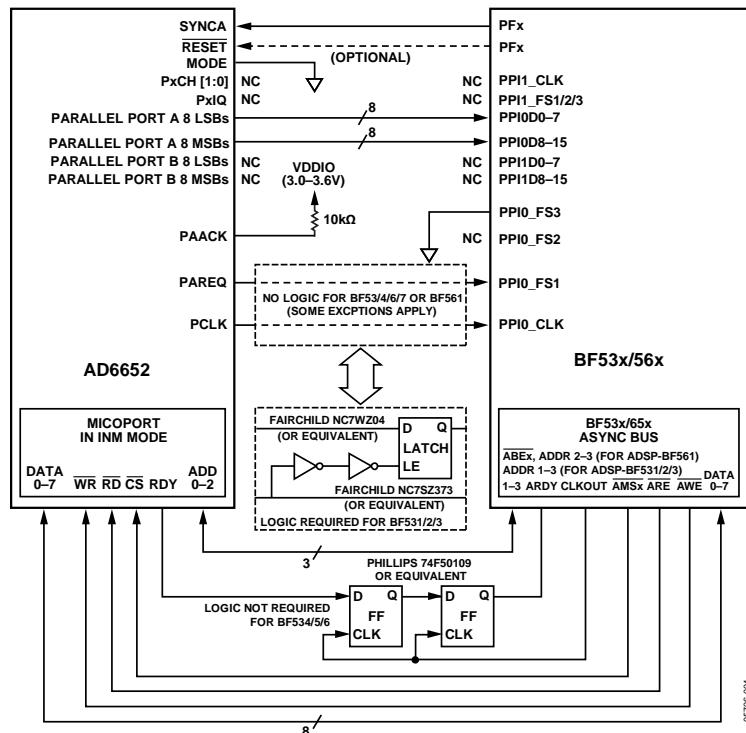
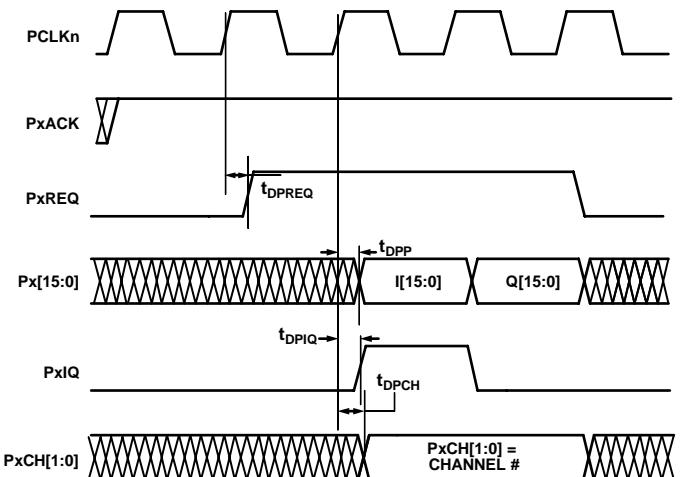
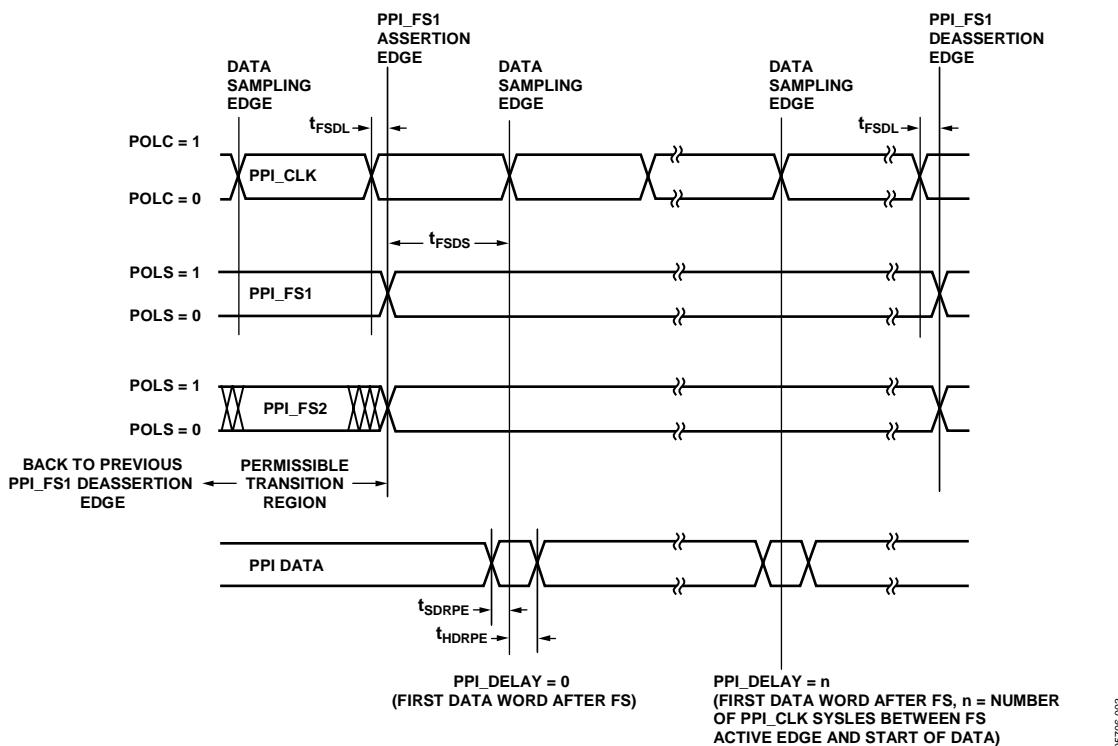

图1.
图2. AD6652并行输入模式16位交错数据时序图
图3. ADSP-BF531/BF532/BF533 PPI时序(GP输入模式、采用外部帧同步)
与Blackfin处理器接口时，应将微型端口设置为Intel®非多路复用模式(INM)，如图1所示。要配置Blackfin处理器异步存储器总线，请使用AD6652的CS、RD和WR输入。AD6652 RDY信号(由微型端口产生)通过ARDY引脚告知Blackfin处理器，访问已完成。RDY在访问开始时变为低电平，在内部周期完成时变为高电平，请参阅AD6652数据手册(Rev. 0)的图31和图32。对AD6652微型端口时序tSC和tHC的快速分析显示，RD和WR输入具有相对于CLKAD6652上升沿的建立和保持时间。然而，如果未满足tSC条件，RD和WR将在CLKAD6652的后续上升沿采样。实际上，可以将RD和WR视为异步输入。
Blackfin处理器ARDY引脚的置位和解除置位必须满足数据手册规定的建立和保持时间要求( $t_{SARDY}$ 和 $t_{HARDY}$ )。注意，根据ADSP-BF531/ADSP-BF532/ADSP-BF533数据手册(Rev. B)，ARDY在CLKOUT之前的建立时间( $t_{SARDY}$ )为4 ns。未满足这些同步要求可能导致Blackfin处理器内部出现亚稳态现象。应利用CLKOUT信号确保ARDY同步跃迁。因此，图1中增加了一个双通道触发器来确保两个器件同步且满足建
要将AD6652与Blackfin处理器PPI端口相连，应配置AD6652的主机模式并行端口时钟(PCLK)，并且配置并行端口通道模式为16位I和Q交错。如图1所示，将AD6652 PCLK连接到Blackfin处理器PPI\_CLK。因此，信号可以互换使用，具体取决于所讨论的器件。
16位交错格式在背靠背PCLK时钟上提供各输出样本的I和Q数据。I和Q字均由16位全端口宽度的数据组成。当PAREQ和PAACK均置位时(这些信号名称中的A代表图2中的x，表示A输出端口)，数据输出在PCLK的上升沿触发。要设置这种16位格式，应将CAR设为内部地址0xA9。此输出控制寄存器为10位宽，DR0中的位5必须设为1。图1中，Blackfin处理器GPIO引脚(PFx)驱动AD6652的RESET引脚，确保在访问微型端口之前主机得到正确设置。AD6652数据手册(Rev. 0)在“微型端口控制”部分中提供了有关微型端口的更多信息。此外还建议设计人员阅读“设计指南”部分。
绝大多数应用，包括单一通信标准的应用，都会为AD6652的所有4个通道配置完全相同的滤波器。唯一的不同是设置滤波器频谱的数控振荡器(NCO)频率。因此，AD6652的内部寄存器设置为如下状态：所有4个寄存器均与连接到Blackfin处理器GPIO引脚PFx的单一引脚SYNCA硬件同步(见图1)。这样做可以简化输出数据，使其能在单一帧同步包络中完成格式化。此时，器件按照默认优先顺序(0、1、2和3)，在类似突发的模式下以4个序列化I和Q对(8个16位字)的形式提供数据。数据不断以这种方式进行处理，多通道突发之间的停滞时间(dead time)与滤波器延迟成正比。如果通道滤波器不同，可以使用通道地址0x83处的开始延迟寄存器(延迟时间通过公式3计算)，强制实现同步，从而按照优先顺序或其它较佳序列输出数据。低速应用(1 MHz以下)可以使用其它同步方法。PACH[1:0]和PBCH[1:0]引脚构成一个2位二进制数，用于确定当前数据字的来源通道。在已知通道顺序的情况下，PACH或PBCH的LSB或MSB可以驱动另一个Blackfin处理器GPIO引脚(PFx)，作为快速硬件中断以识别突发序列的开始。
反之，默认情况下数据在PCLK的上升沿进行采样。在POLC为高电平的情况下，数据在下降沿通过PPI采样，该下降沿对应于图3所示AD6652主机提供的时序。
当PAREQ为高电平时，PAACK为逻辑高电平将导致并行端口根据设定的数据模式(16位I和Q交错)移出数据。这种应用不需要握手，因此PAACK通过外部上拉电阻连接高电平(见图1)。当数据可用时，数据在PAREQ置位后的一个PCLK周期开始移出(见图2)。
PAREQ时序相对于PCLK是内部固定的，无法调整。虽然AD6652的PAREQ与PCLK的上升沿同步，但这些边沿之间的最大延迟(tDPREQ)仅有1 ns(见图2)。Blackfin处理器需要更长的延迟时间，接下来将讨论其时序要求。
本文的剩下部分将重点讨论：为满足图3所示的延迟和保持时间要求，ADSP-BF533 Blackfin处理器需要什么样的外部逻辑。许多Blackfin处理器，包括ADSP-BF561和ADSP-BF534/ADSP-BF536/ADSP-BF537，不需要外部逻辑(存在例外情况，详见相应处理器的异常表)。这些器件集成了图1所示的外部逻辑和其它增强功能(参见相应数据手册中的时序信息)。
ADSP-BF533 Blackfin处理器要求帧同步置位沿出现在PPI\_CLK的下一个数据采样沿之前至少5.5 ns ( $t_{FSDS}$ ) (见图3)。PAREQ跃迁只能在PCLK完全稳定时进行。此外，在PCLK ( $t_{FSDL}$ )的对应沿(即上升到上升或下降到下降)之后，如果PAREQ跃迁沿的延迟时间不足，数据将无法锁存到PPI
第一种方法(首选且故障安全的方法)是利用电平敏感锁存器提供两个反转延迟, 锁存器由PCLK的延迟版本触发(见图1)。这一方案解决了上述可能导致PCLK拖延帧同步信号的问题。当延迟的PCLK达到锁存器使能(LE)的 $V_{inh}$ 电平时, 锁存器传送D输入。重新定时的帧同步(PAREQ)必须在整个数据窗口内保持高电平, 并且满足图3所示的时序要求。触发器(flip-flops)远不如这种方案有效, 因为触发器是边沿触发型。这种情况下, 先于帧同步的过早PCLK会导致已置位的帧同步错过整个PCLK周期。
对于选定的反相器和锁存器, 必须在适当的温度、电压和负载下评估最小传播延迟, 确保满足 $2 \text{ ns} - t_{FSDL}$ 最小值要求(见图3)。利用两个NC7WZ04和NC7SZ373, 公式1给出 $t_{FSDL}$ 最小值为2.3 ns, 这符合图3中的要求。最大传播延迟用于确定应用的最大容许PCLK频率。在适当的负载、3.3 V电源和工业温度范围这些条件下进行外推, 得出最大综合反相器延迟约为7.8 ns— $t_{PROP\_INV}(\max)$ , 锁存器的最大传播延迟为4.5 ns— $t_{PROP\_LE\_to\_Q}(\max)$ 。考虑到PAREQ可以落后PCLK最多1 ns, 公式2显示最大容许50%占空比PCLK为28 MHz— $f_{PCLK}(\max)$ 。抖动问题得以解决, 因为PCLK与PAREQ相关; AD6652的PAREQ由PCLK释放。
ADI公司将数字滤波器脚本调整到61.44 MSPS采样速率，以此完成了许多工作。这样就可以针对全球移动通信系统(GSM)等窄带标准进行简单的修改。因此，当PCLK分频比只能是1、2、4或8时，最大PCLK为15.36 MHz。对于输出全部四通道的同相和正交信息的系统，PCLK为输出数据速率的9倍： $(2 \times 4) + 1$ ，如图2所示。即使加上AD6652的协处理能力，以1.92 Mbps的速率交错输出数据以产生3.84 Mbps的综合速率(符合UMTS标准)，输出此数据所需的9个PCLK周期也需要586 ns ( $9 \times 1/15.36$  MHz)，大于满足输出数据速率要求所需的521 ns。然而，GSM等窄带应用不受这种限制的影响。
对于低速应用，可以将一个缓冲器，例如最大传播延迟为4.0 ns的NC7WV07或其它延迟更大的器件，与转换器帧同步信号串联。还有一种可靠性稍低的方法是在帧同步路径中使用偶数个反相器或一个缓冲器，从而产生一个延迟——2 ns即足够(见图3中的 $t_{FSDL}$ )。不过，必须确保延迟不是太长，因为PAREQ的置位沿必须出现在PCLK数据采样沿之前至少5.5 ns ( $t_{FSDS}$ )，以便满足内部保持要求。
总之，图1所示的外部逻辑能够有效地将电平敏感信号(PPI\_FS1)转换为边沿敏感帧同步信号。所有未来的Blackfin处理器衍生产品都将内置这一逻辑。
- 帧同步的置位沿应出现在PPI\_CLK的数据采样沿(POLC = 1时为下降沿)之前至少5.5 ns(tFSDS)，以满足Blackfin内部保持要求(见图3)。
- 外部帧同步延迟tFSDL不得少于2 ns(见图3)。